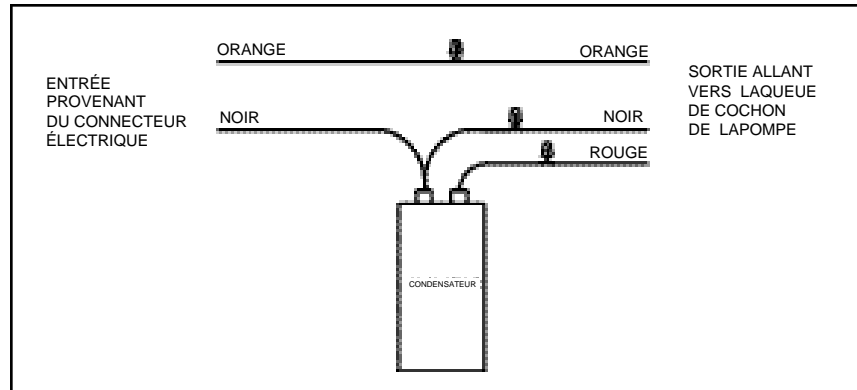

Figure 2.6 Schéma de câblage
- 15: Attacher ensemble les fils de la queue de cochon de la pompe qui ont même couleur en utilisant des serre-fils fournis. Voir la Figure 2.6 pour vérifier les connexions.